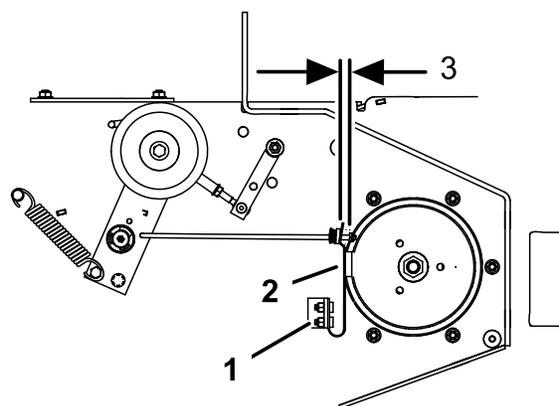

Figure 60
3. Le cas échéant, ajustez les boulons de fixation de ressort de sorte que la plaquette de frein de lame frotte contre les deux côtés de la gorge de la poulie (Figure 60).
4. Ajustez l'écrou à l'extrémité de la tige de frein jusqu'à ce que l'écrou et l'entretoise soient espacés de 3 à 5 mm (1/8 à 3/16 po) (Figure 60).